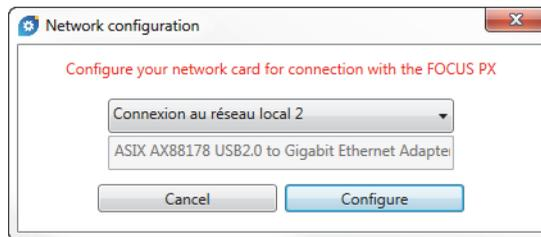

Figura 1-17 Finestra di dialogo Network Configuration
3. Nella scheda **Network configuration** (Configurazione di rete), selezionare la scheda di rete che verrà usata per comunicare con l'unità FOCUS PX ed in seguito cliccare su **Configure** (Configura) [vedi Figura 1-17 a pagina 37].